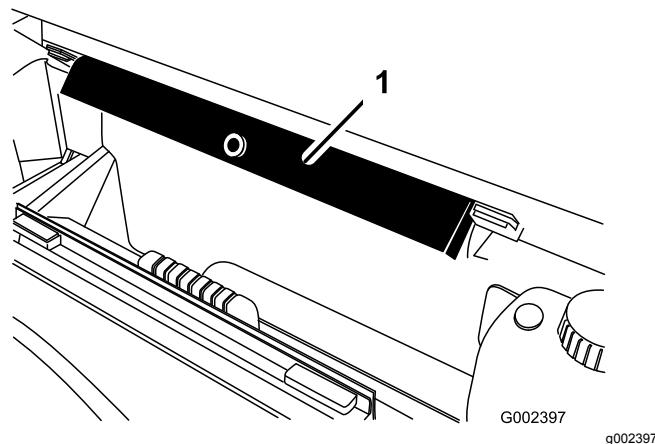

Figura 14
9. Retire o suporte da plataforma dos suportes existentes na parte de trás do painel do sistema ROPS (Figura 14).